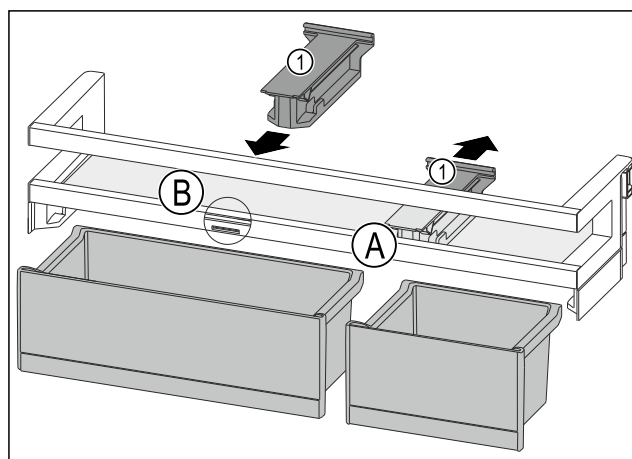

Fig. 172
- ▶ Pridrži dio Fig. 172 (1) u položaju Fig. 172 (A) skinite prema natrag.
- ▶ Pridrži dio Fig. 172 (1) umetnite u položaj Fig. 172 (B).